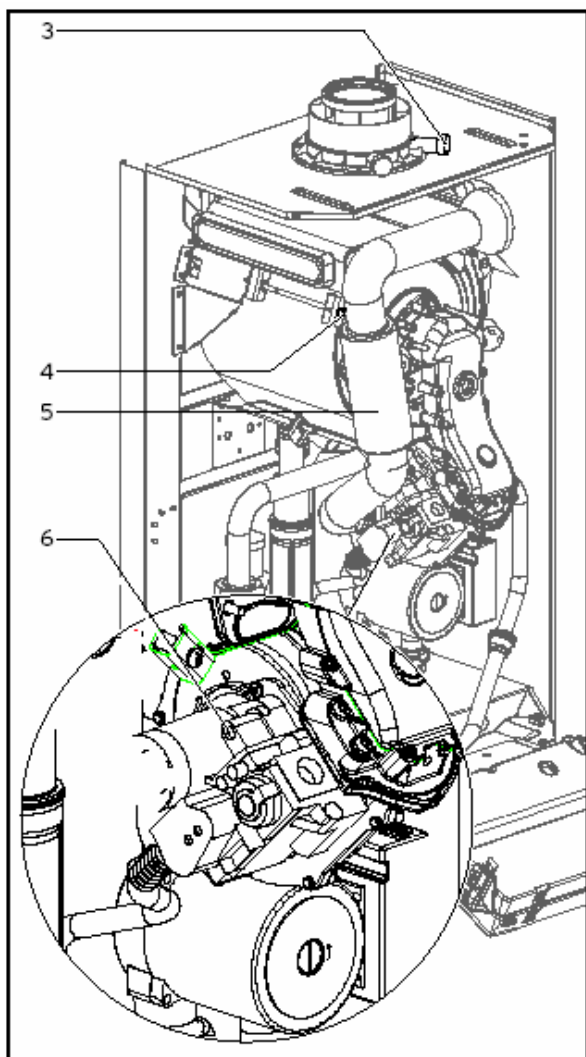

Рис. 1.29 Замер содержания CO₂,
- Выполните замер содержания CO₂ на измерительном штуцере (3) отходящих газов (рис. 1.29). Сравните измеренное значение с соответствующим значением в таблице 5.2
- Если требуется выполнить настройку значения отходящих газов, отверните винт (4) и поверните воздухозаборную трубу (5) вперед на 90°.
- В случае необходимости, регулировочным винтом (6), установите соответствующее параметры отходящих газов (таблица 5.2).